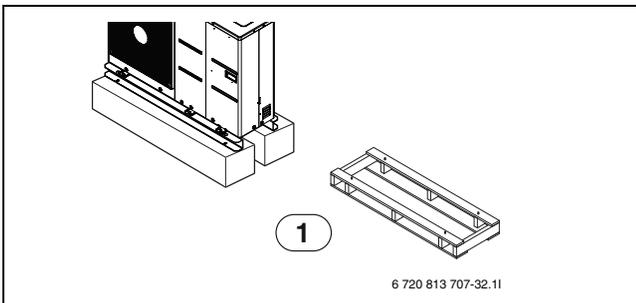

Bild 8
- Vor dem Anschrauben die Palette (Holzunterlage) (→ Abb. 8) unter der Bodenwanne der Einheit entfernen. Diese kann zu einem instabilen Stand der Einheit sowie zum Einfrieren des Wärmetauschers und damit zu Fehlfunktionen führen.
- Vor dem Verschweißen die Palette (Holzunterlage) (→ Abb. 8) unter der Einheit entfernen. Wird diese Palette (Holzunterlage) nicht entfernt, besteht bei Schweißarbeiten Brandgefahr.